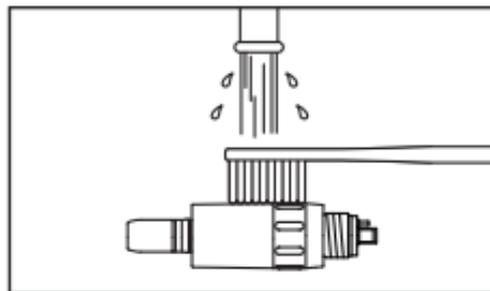

Fig. 14
- 1 Brossez l'extérieur des moteurs sous l'eau courante du robinet à l'aide d'une brosse à poils souples pendant une minute (Fig. 14).